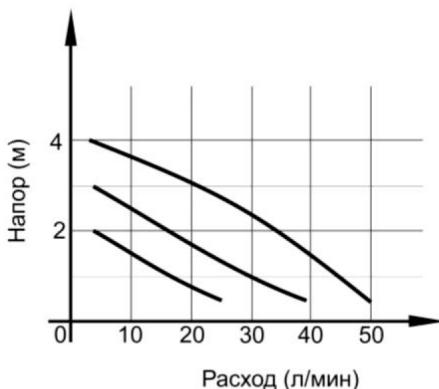

рис.2
8. Напорно-расходная характеристика насоса (рис.2)